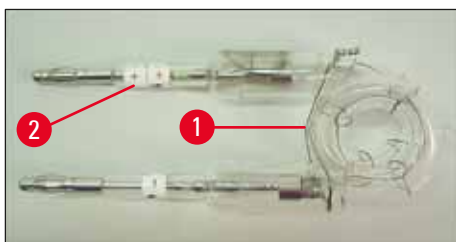
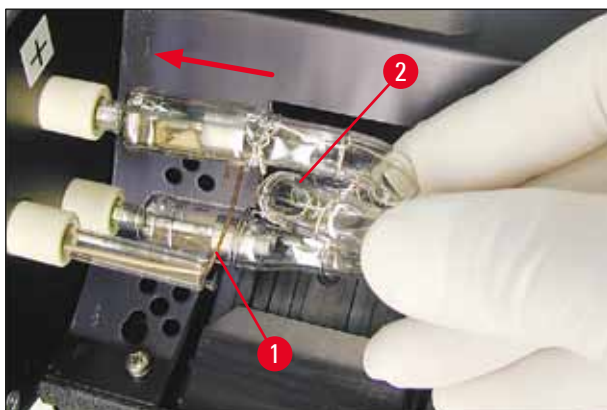

Fig. 21
Fig. 23
2. Introduire la lampe flash neuve (→ "Fig. 21") dans le socle (→ "Fig. 20-3") ; puis l'enfoncer avec précaution jusqu'à la butée (→ "Fig. 23") (le repère de polarité (+) ne doit plus être visible). Effectuer de petits mouvements ascendants et descendants, toujours avec précaution, si nécessaire.